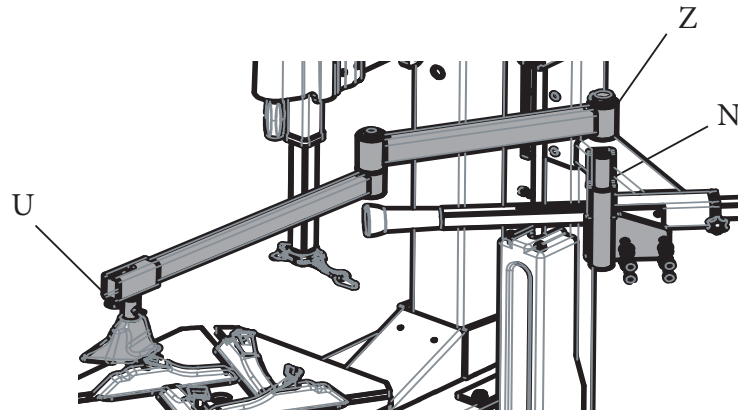

fig.15
Il dispositivo Helper è un accessorio molto utile per operare su pneumatici e cerchi di notevole diametro. Aiuta in fase di smontaggio a tenere premuto il tallone nel canale; posizionando l'apposito tampone di spinta (U) (di cui è dotato) a 180° rispetto alla torretta (fig.13). Nella fase di montaggio dei pneumatici e cerchi di notevole diametro fa la funzione di fermo e, nello stesso tempo, tiene premuto il tallone nel canale (fig.15).
The Helper device is a very useful accessory for working on wide diameter tyres and rims. It helps in the dismounting phase to keep the bead pressed in the channel; by positioning the thrust pad (U) (supplied with the device) at 180° with reference to the head (fig.13). During the wide diameter tyre and rim mounting phase, it carries out a stopping action and, at the same time, it keeps the bead pressed in the channel (fig.15).
Pendant le montage de pneus et de jantes de grand diamètre, il exerce la fonction d'arrêt et, au même temps, il maintient le talon pressé dans la gorge (fig.15).
Bei der Montage von grossen Massen Reifen und Felgen dient sie als Sperrung und, gleichzeitig, hält sie den Wulst im Kanal gedrückt (Abb.15).
Durante el montaje de neumáticos y llantas de diámetro considerable actúa la función de tope y, al mismo tiempo, mantiene prensado el talón en el canal (fig.15).